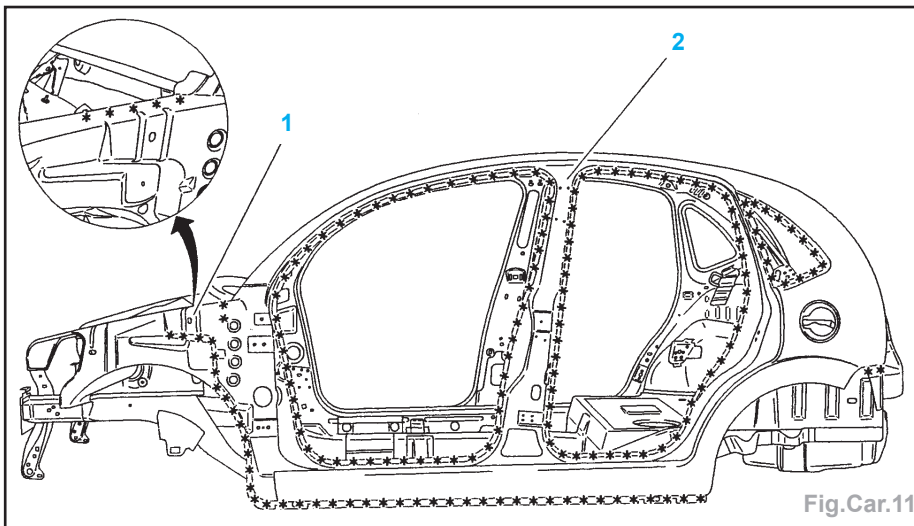
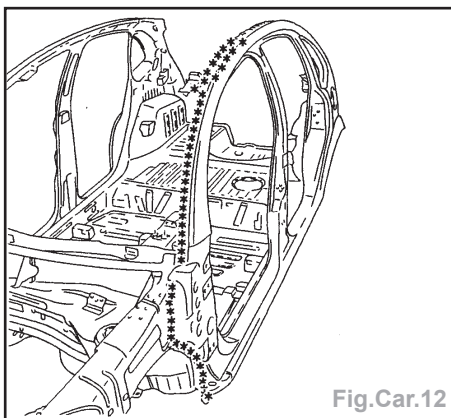

Fig.Car.11
Fig.Car.12
- Dégraffer les points à l'aide d'une fraise de Ø 8 mm (Fig.Car.11).
- Déposer le renfort AV (1) de côté (2).
- Dégraffer les points à l'aide d'une fraise de Ø 8 mm (Fig.Car.12 et 13).
- Déposer le côté de caisse (2).
- Souder par points électriques et par points bouchons MAG (Fig.Car.11/12/13).